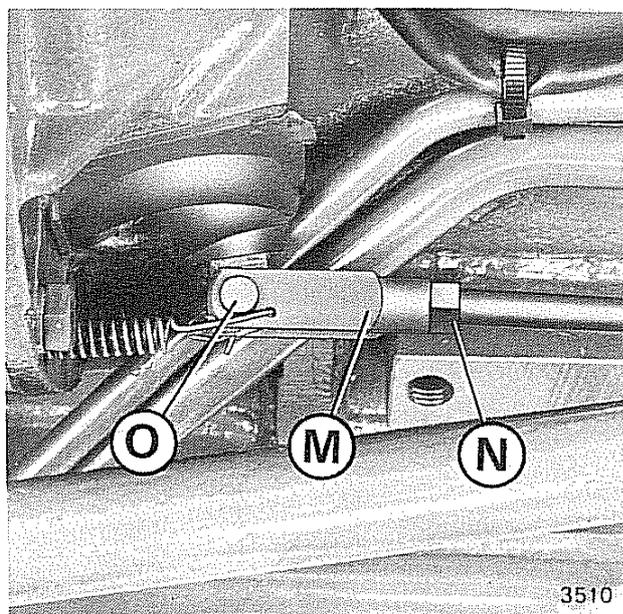

Fig. 44 - Registrazione frizione
- Separare la forcina **M** (fig. 44) dalla leva, sfilando il perno **O**.